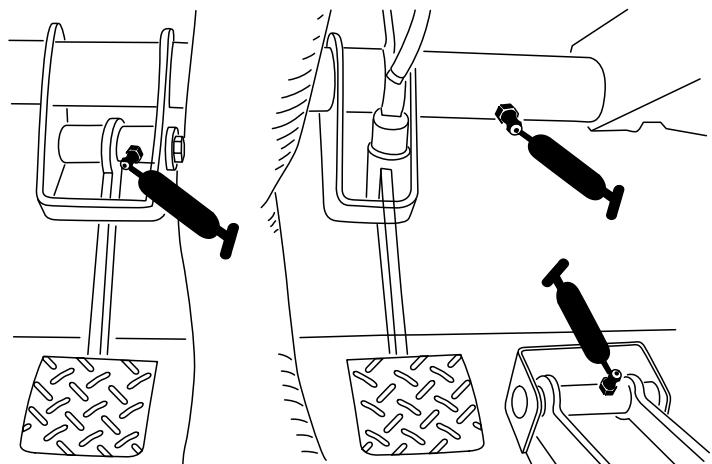

図 40
- ・ クラッチ (1)、アクセル (1)、ブレーキ (1) (図 40)